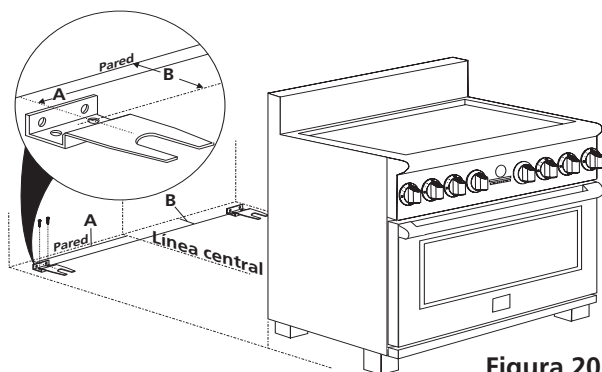

Figura 20
5. Quite la plantilla y coloque los soportes en piso (véase figura 20). Alinee los agujeros en soporte con las marcas en piso y una el soporte usando los tornillos proporcionados. El soporte se debe asegurar al piso sólido. Si se ajusta a un piso concreto, primero taladre agujeros con un diámetro de 3/16" (4.8 milímetros) usando un taladro de la albañilería.